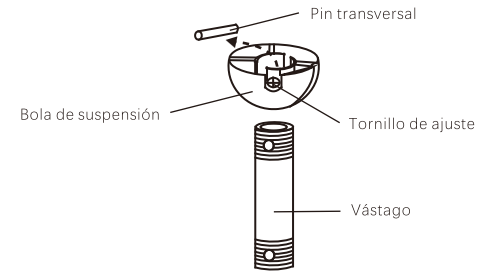

Imagen 7
**Paso 5.** Quite la bola de suspensión desde el montaje con vástago al aflojar el tornillo de ajuste, destornillar y quitar el pin transversal y destornillar la bola de la vástago.(Imagen 7)